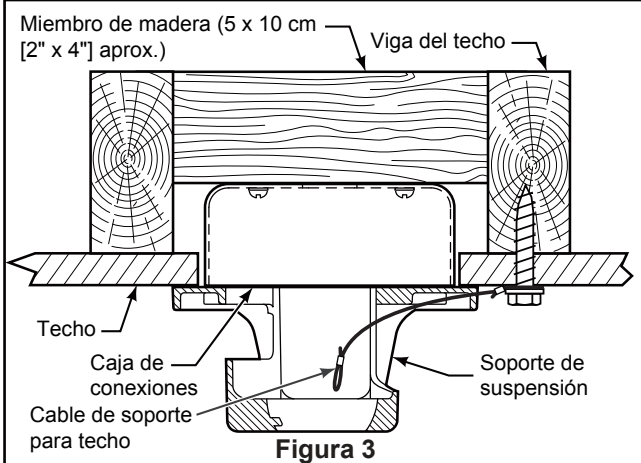

Figura 3
Uso del soporte (Figura 3)
3. Afloje los dos tornillos de fijación del soporte del barral de soporte para techo a través de la varilla. Introduzca los cables de color negro, blanco, azul cables y cable de seguridad a través de la varilla. (Figura 3)
- ☐ 1. Perfore un orificio de 1/4" en la estructura del edificio para evitar grietas con la instalación del tornillo de intervalo. Utilice el tornillo de intervalo de 3/8"x2" y la arandela plana para fijar el cable de seguridad a la viga del techo o a la estructura de madera. Dicho tornillo pasará a través de arandela plana, la presilla del cable de seguridad y se fijará en la estructura del edificio. (Figura 3)
NOTA: el cable de soporte para techo no se puede asegurar solamente a la caja de conexiones; se debe asegurar directamente a la viga de techo o miembro estructural con el tornillo de cabeza cuadrada de 3/8"x2" y la arandela plana. (Figura 3)
- ☐ 2. Deslice el receptor en el soporte de suspensión antes de realizar el cableado como se muestra en la figura 3.
- ☐ 3. Ensamble el ensamble del kit de iluminación en la placa del adaptador del ensamble de motor. Vuelva a colocar el tornillos retirados previamente y apriete todos los tres tornillos. (Figura 3)